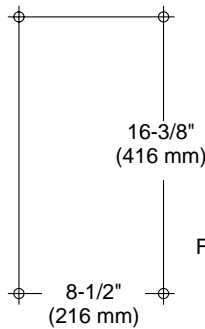

FIG. 8
1. Perfore cuatro orificios con diámetro mínimo 8 mm (5/16") a través de la superficie de trabajo (Fig. 8).